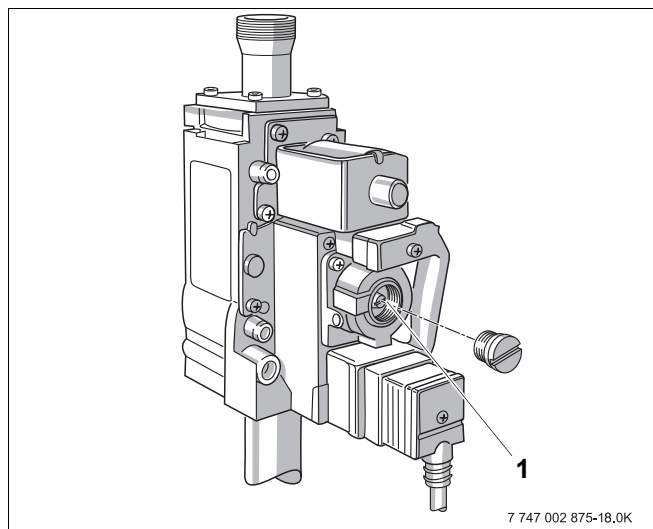

Рис. 51 Газовая арматура Honeywell VR 4605
- На газовой арматуре Honeywell VR 4605 удалите защитный колпачок или заглушку на регулировочном винте (Рис. 51, поз. 1).